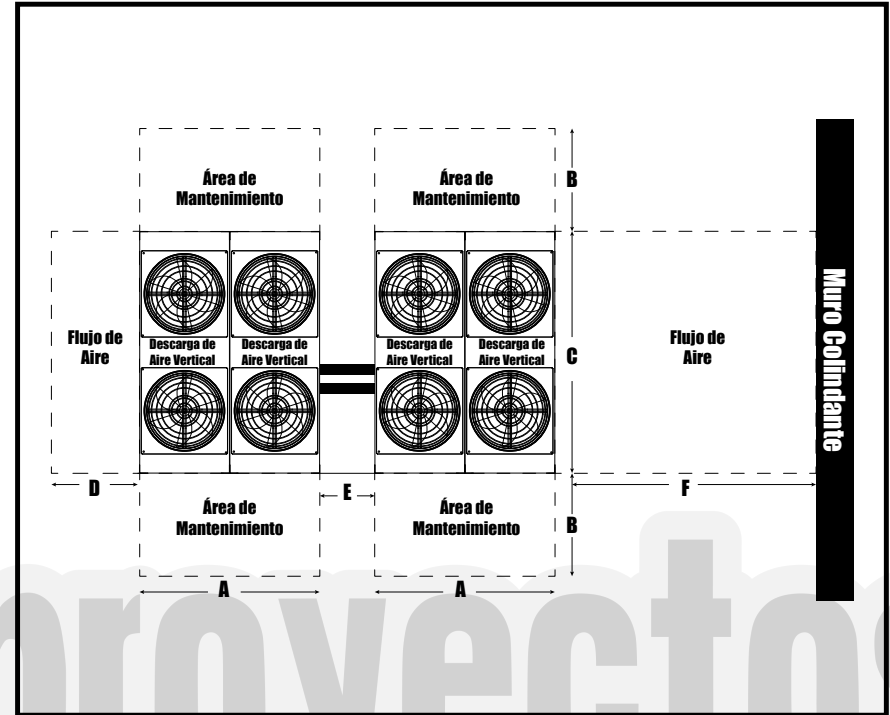

Figura 13, Espacios recomendados para la unidad
El correcto uso del espacio para la unidad permitirá una mejor instalación y mantenimiento, facilitando el acceso a los puntos de servicio al personal adecuado. Consulte los esquemas presentados para las medidas de la unidad. Es necesario por lo menos un (1) metro para dar servicio al compresor, deje el espacio suficiente para la apertura de puertas del panel de control. Consulte la figura 13 para conocer los espacios mínimos. En todos los casos, quedan asentados estos precedentes para cualquier necesidad de cumplimiento de las normas locales.